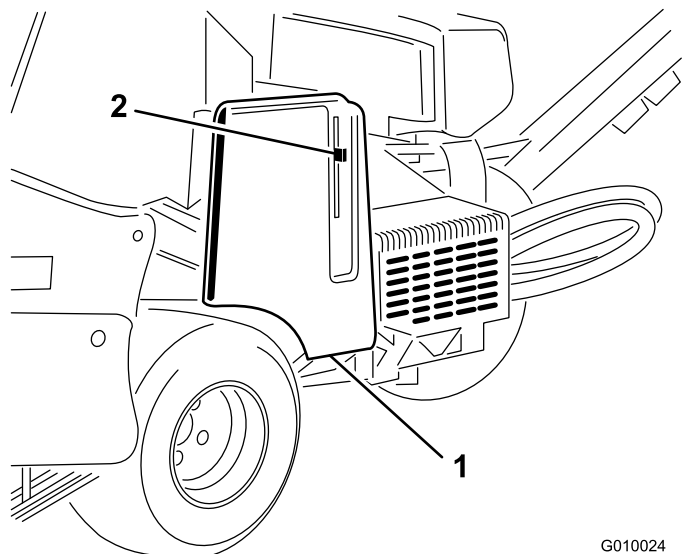

Bild 18
2. Entriegeln und entfernen Sie die Riemenabdeckung (Bild 18).